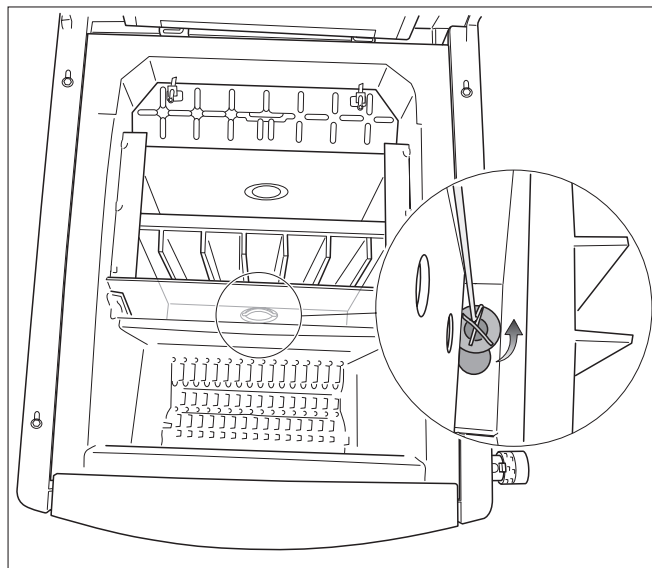

Рис. 33 Вынуть крышку отверстия для чистки
- Перед розжигом проверьте, закрыто ли крышкой отверстие для чистки (→ стр. Рис. 33, глава 29) в днище зольной камеры. При чистке котла зола из ды-мовых каналов удаляется через отверстие для чистки.